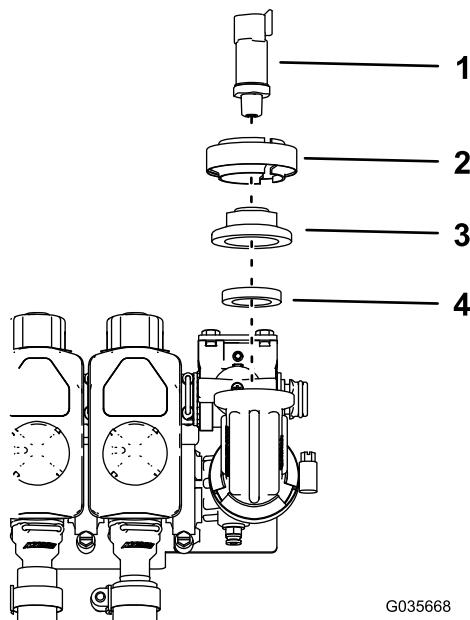

図2
7. いま外したトランスデューサクランプを使用してフランジガスケット、キャップのフィッティング、水圧トランスデューサを取り付ける図2。